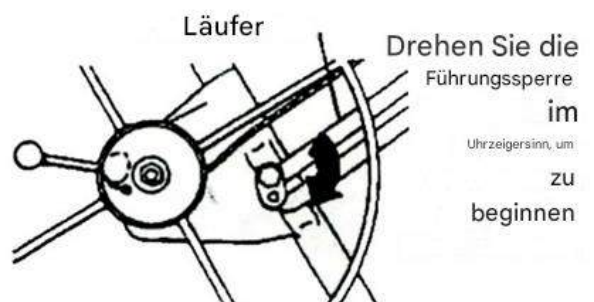

Abbildung 5
5. Kippen Sie die Winde vorsichtig zurück in Richtung des Rahmens. Dies sorgt automatisch dafür, dass die Führungssperre die Winde vollständig abgezogen hält. (Abbildung 5).